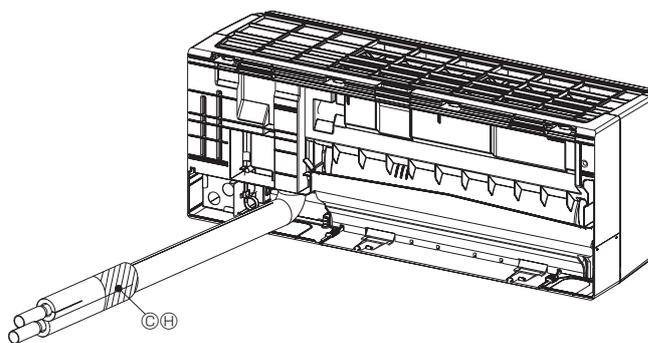

Fig. 3-12
- (4) Fixer les matériaux d'isolation ⑧ aux parties découpées ③ des cache-tuyaux pour les isoler. (Fig. 3-12, 3-13)